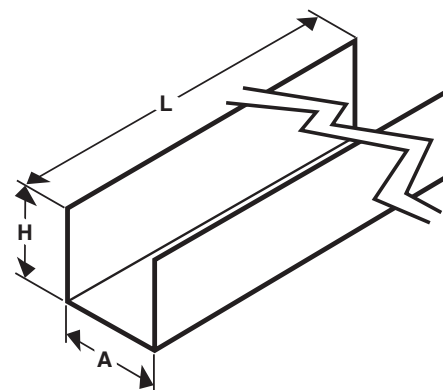

Figure 10A : Boîte en U
5. Fabriquer une boîte en forme d'U avec une dimension intérieure de 6,5 po de largeur et 6 po de haut. (matériaux fournis sur place) Voir figure 10A.
5. Fabriquer une boîte en forme d'U (matériaux fournis sur place) avec une dimension intérieure de 6,5 po de largeur et 6 po de haut. Voir figure 10A.